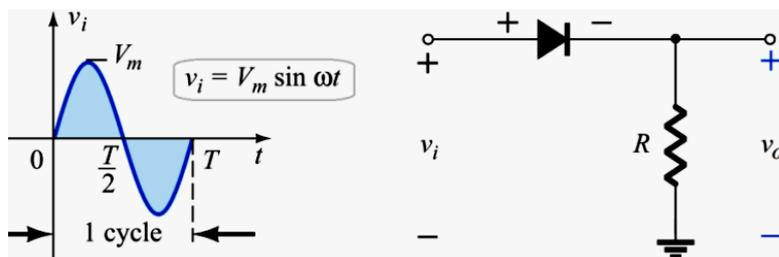
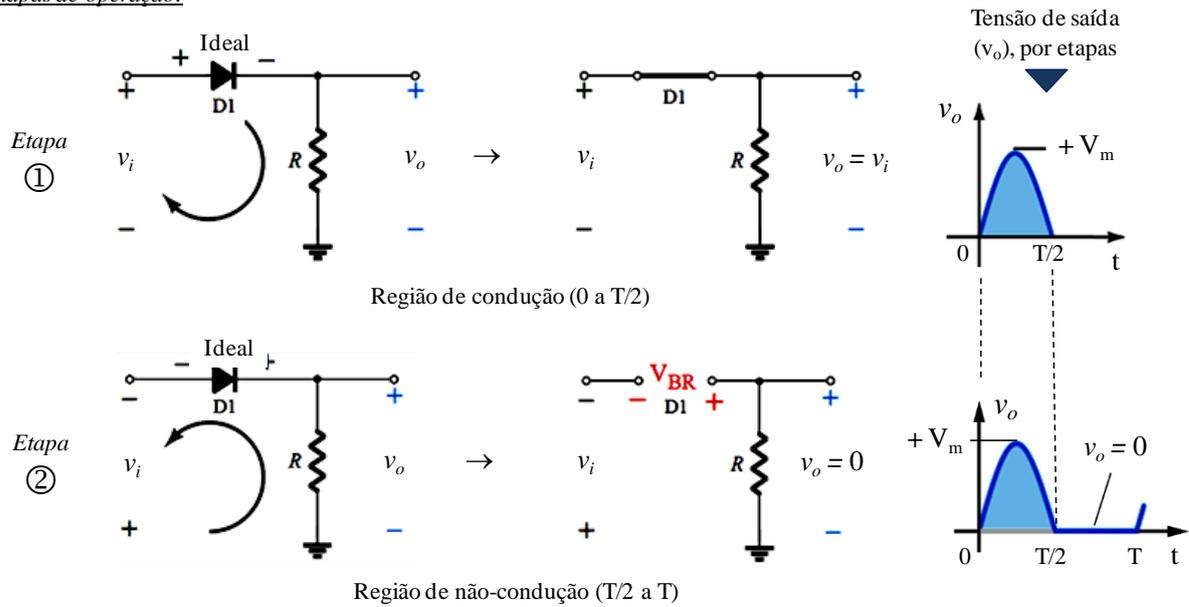
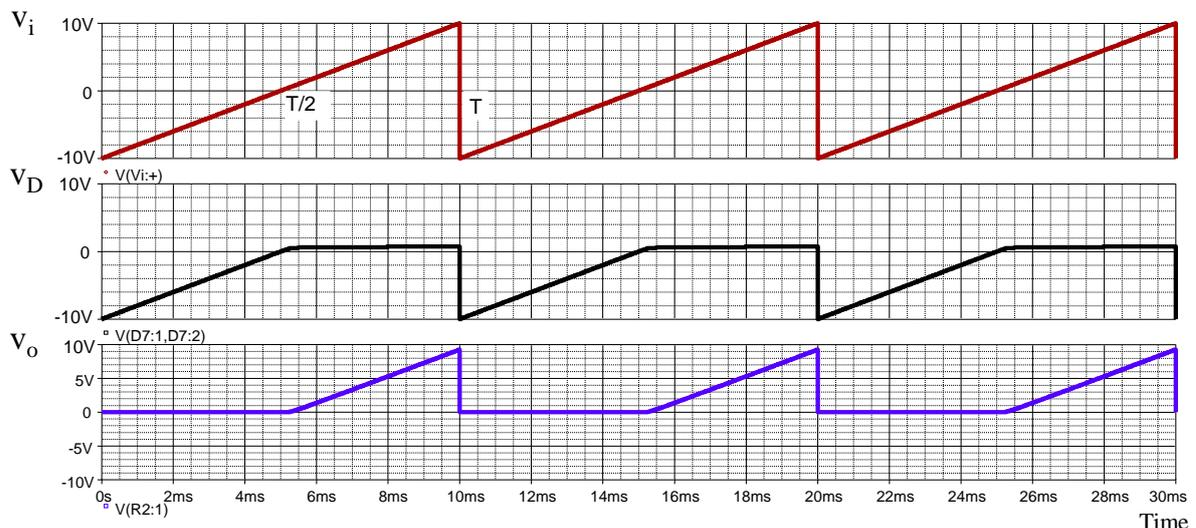
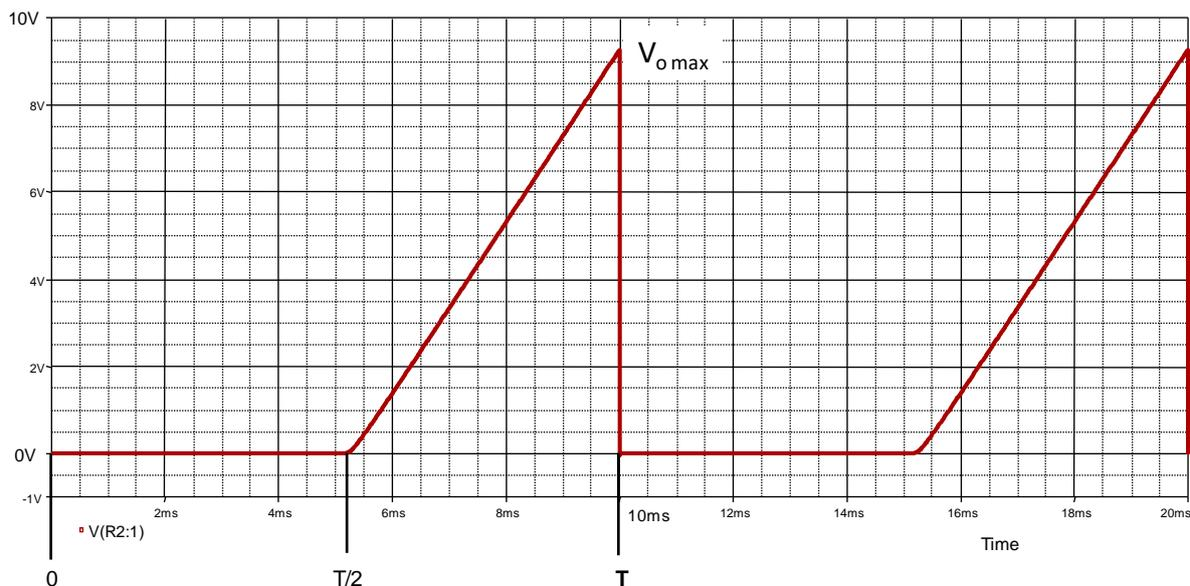

Figura 1.102 – Retificador Monofásico de meia-onda (Boylestad e Nashelsky, 2004).
Figura 1.103 – Formas de onda de entrada e saída para um retificador M. O. (Boylestad e Nashelsky, 2004).
Figura 1.106 – Formas de onda do retificador M. O. do Exemplo 18.
Figura 1.107 – Tensão de saída para um sinal de entrada triangular.
A Figura 1.102 mostra a mais simples de suas topologias, onde a tensão de entrada é obtida diretamente da rede elétrica monofásica, por exemplo, em $127 \text{ V}_{\text{RMS}}$. As formas de onda na carga (resistiva) são apresentadas na Figura 1.103, onde o diodo é ideal. A forma de onda da tensão na carga resistiva ocorre somente em meio ciclo (período de condução do diodo).
►► **Exemplo 18** - Seja o circuito retificador da Figura 1.102, com um sinal de entrada $v_i(t)$ triangular (Figura 1.106, simulação com o *software* PSpice). Calcular o valor médio da tensão na carga, utilizando o método do cálculo da área. Considerar o diodo de Silício ($V_F = 0,7 V$).
Solução: utilizando a relação $V_{med} = \text{Área de } f(t) / \text{Período } (T)$ e definindo, por aproximação, a tensão na saída uma rampa ocorrendo de $T/2$ a T , tem-se a terceira forma de onda da Figura 1.106 representada isoladamente na Figura 1.107, onde $V_{o\ max} = V_m$.